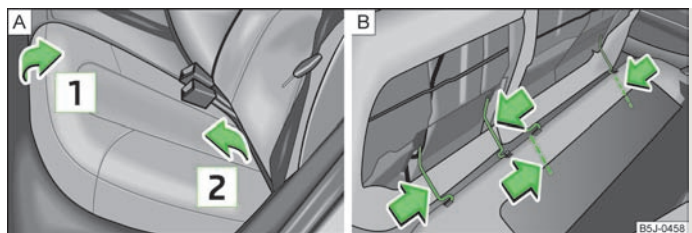

Fig. 40 Rebater o assento para a frente e desmontar
- Puxe o assento para cima, no sentido da seta **1** » Fig. 40, e rebata-o para a frente, no sentido da seta **2**.
- Pressione as hastes metálicas no sentido da seta » Fig. 40 - **B** e retire o assento do suporte.
- Pressione as hastes metálicas no sentido da seta » Fig. 40 - **B** e insira-as no suporte.